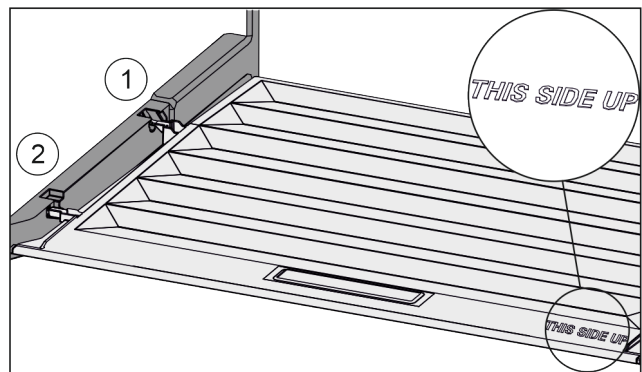

Fig. 62
- ▶ Introduire les rainures du couvercle par l'orifice du support arrière Fig. 62 (1) et les enclencher à l'avant dans le support Fig. 62 (2).